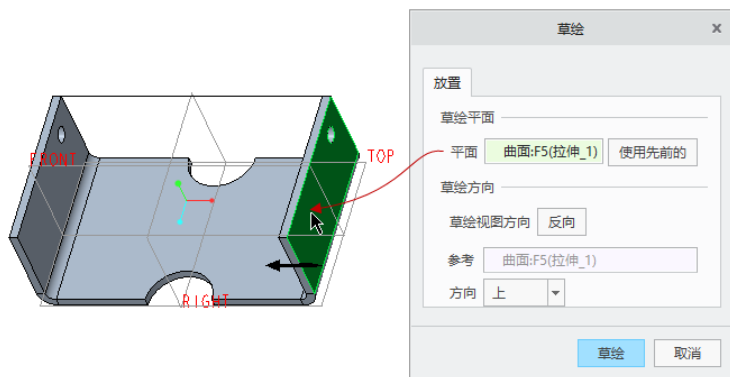

图 5-171 指定草绘平面
- (1) 单击  (拉伸) 按钮, 打开“拉伸”选项卡, 接受该选项卡上默认的按钮设置。
- (2) 在“拉伸”选项卡上单击“放置”以打开“放置”滑出面板, 接着从“放置”滑出面板上单击“定义”按钮, 弹出“草绘”对话框。指定草绘平面, 如图 5-171 所示, 然后单击“草绘”对话框中的“草绘”按钮, 进入草绘器。